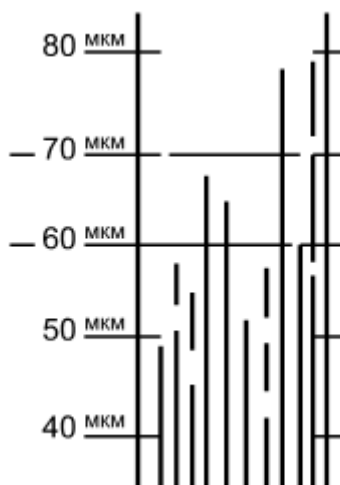

Рисунок 2.2 – Графическое изображение оценки результатов (штрихи); результат – 60 мкм
6. Определить показание шкалы прибора, соответствующее этой границе. Границу начала штрихов, расположенных в направлении от большего деления шкалы к 0, определяют по месту появления третьего непрерывного штриха, достигающего по глубине до металла (рис. 2.2), если нет других указаний в нормативно-технической документации на испытуемый материал. Отдельный непрерывный штрих, начинающийся на расстоянии более 15 мм от других штрихов, во внимание не принимают.